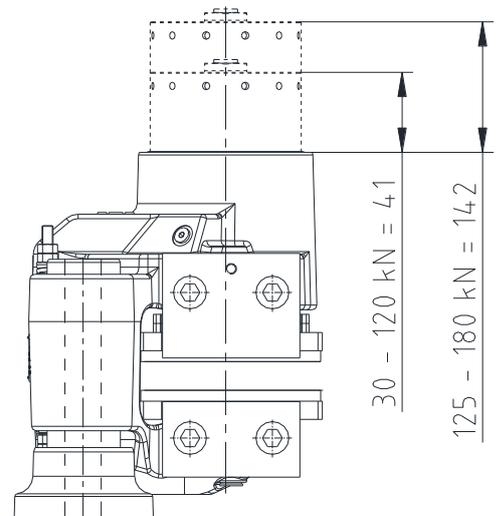

Bild 18: Einstellung der Einstellmutter
- Kontrollieren Sie die Position der Einstellmutter (Bauteil 1.7). Stellen Sie diese ggf. auf das richtige Maß ein (siehe Bild 18).